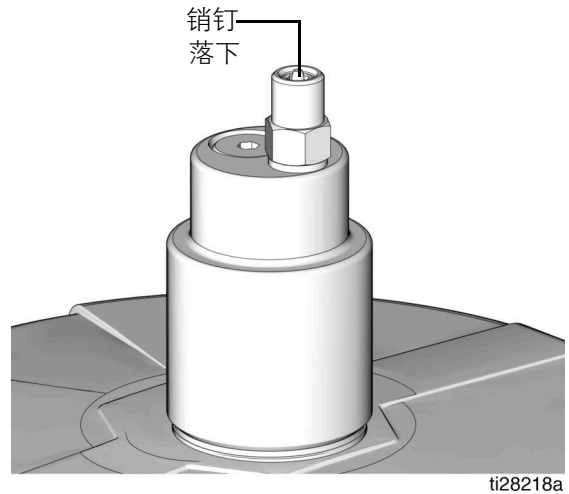

图 17
1. 拔出并长时间握住泄压旋钮 (T)，释放加注歧管 (N) 和自动加注截止阀 (B) 之间的管路压力。
2. 检查自动加注截止销 (B) 是否落下，这表示其经过重置（图 17）。